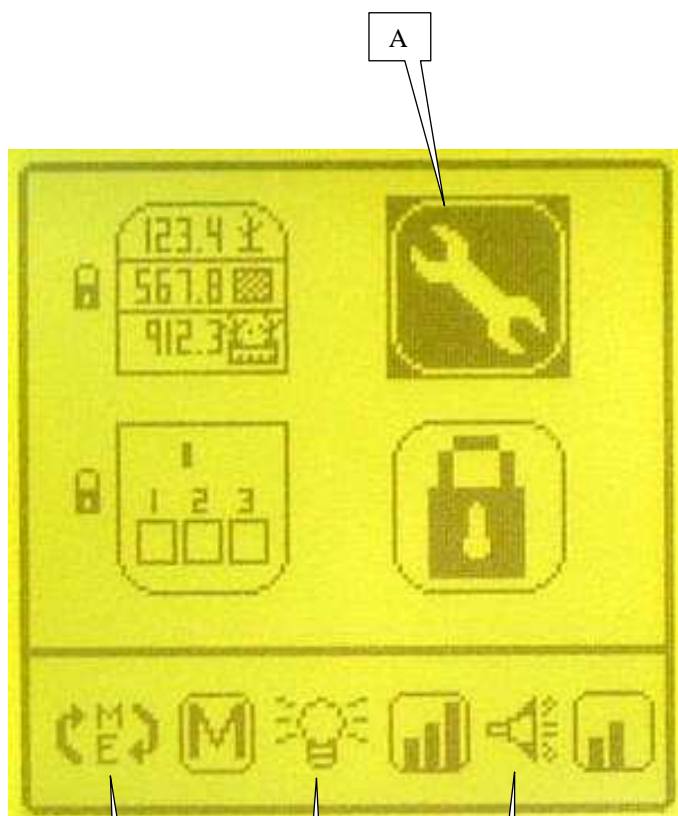

Fig. 1
Con il tasto  e  , selezionare in A (Fig. 1)
a) sous-programme paramétrage console (Fig. 1)
l'écran et valider. L'affichage (Fig. 1) apparaît.
a) Console setting sub-programme (Fig. 1)
In programming mode, highlight the screen and confirm. The display (Fig. 1) will appear.